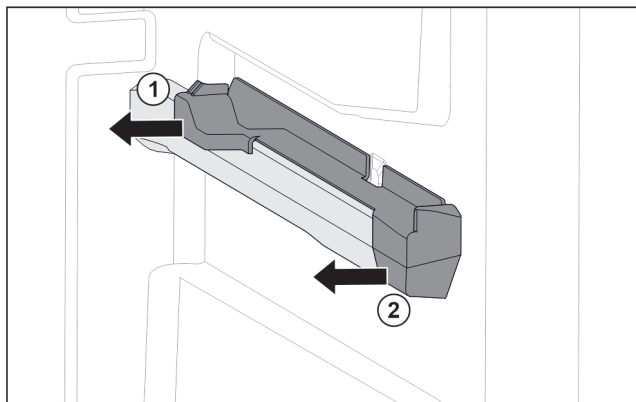

Fig. 102 Elemento inseribile sulla nervatura destra del contenitore
- Estrarre l'elemento inseribile dal lato posteriore di lato. Fig. 102 (1)
- Estrarre l'elemento inseribile dal lato anteriore di lato. Fig. 102 (2)